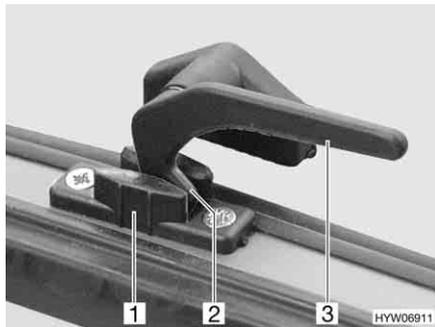

Fig. 50 Palanca de bloqueo en la posición de "ventilación continua"
- En la posición "ventilación continua" (Fig. 50)
- Girar la palanca de bloqueo (Fig. 50,3) un cuarto de vuelta hacia la mitad de la ventana.
- Girar la palanca de bloqueo un cuarto de vuelta hacia el marco de la ventana. El saliente de bloqueo (Fig. 50,2) se ha de introducir para ello en el rebaje del bloqueo de la ventana (Fig. 50,1).